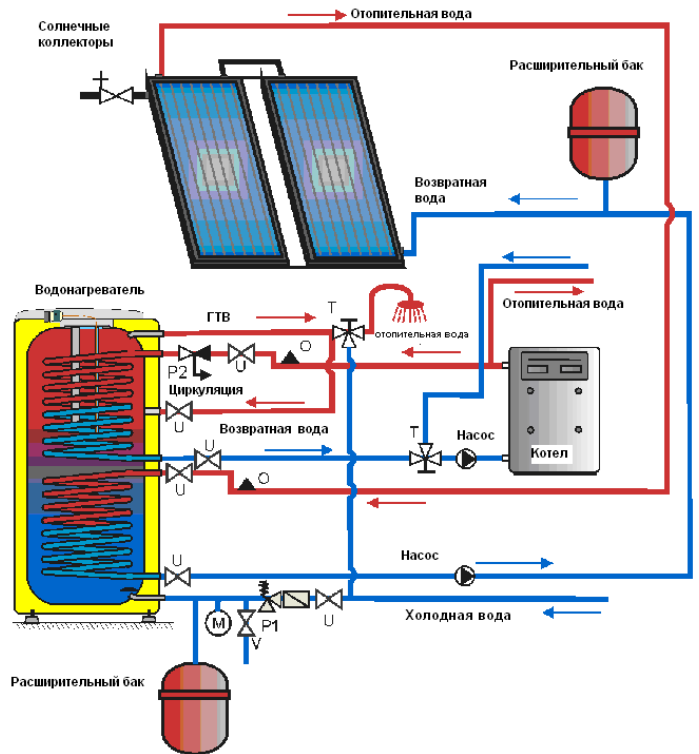
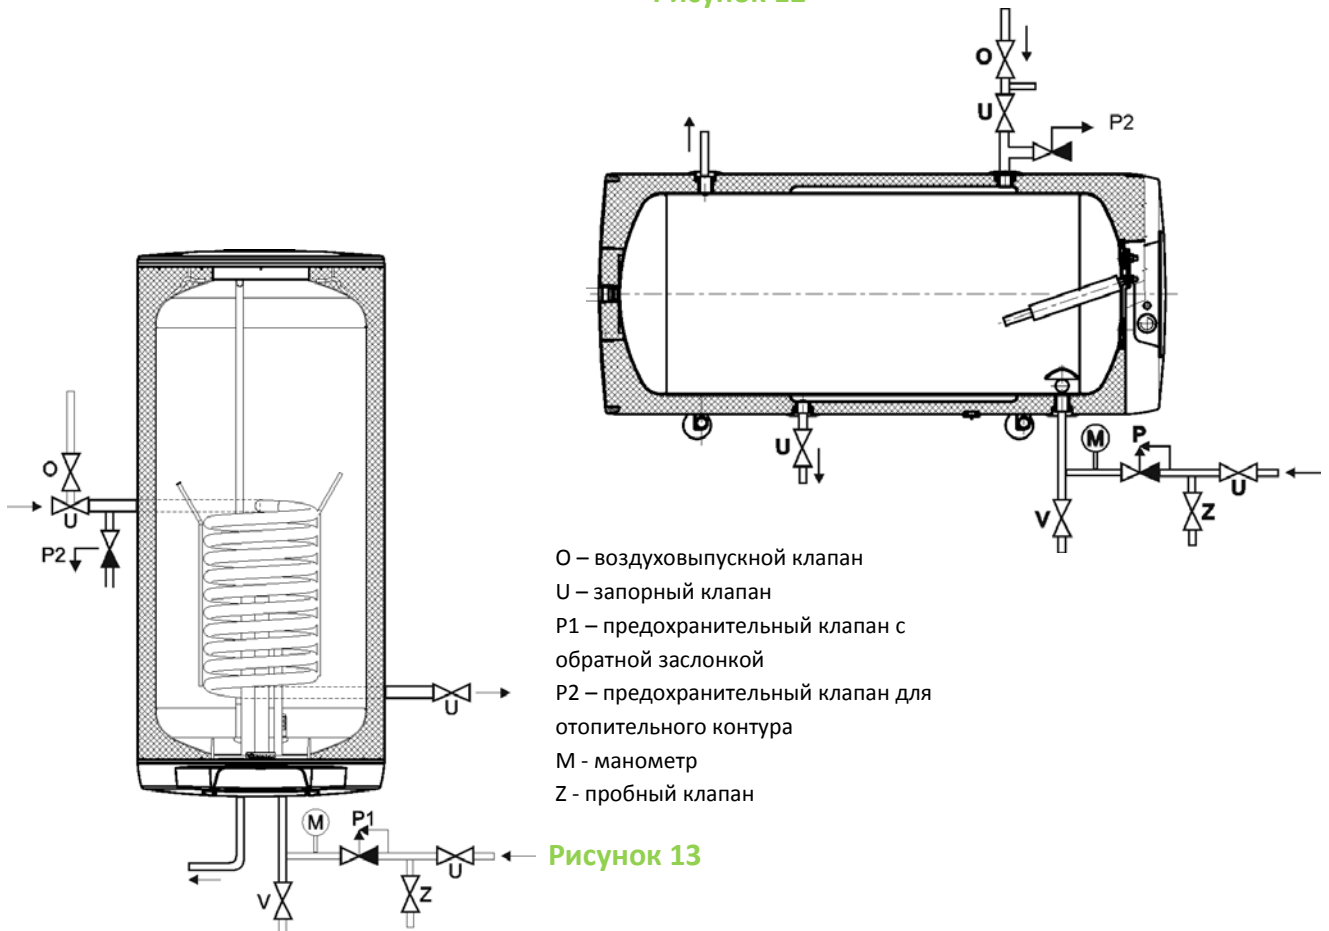

Рисунок 12
Рисунок 13
Подключение водонагревателей к водопроводу показано на (Рисунок 111, Рисунок 12 , Рисунок 13). Для возможного отключения водонагревателя на входах и выходах технической воды необходимо смонтировать резьбовые соединения Js 3/4". Если линия ГТВ оборудована циркуляционным контуром, подключается «обратка» к входу, обозначенному как ЦИРКУЛЯЦИЯ. Типы 100, 125, 160 NTR и 100, 125, 160 NTR / HV оснащены сливным выходом. У типа 200 и 250 NTR(R) на вход горячей воды необходимо установить Т-образную арматуру со сливным клапаном. Водонагреватель должен быть оборудован предохранительным клапаном. Предохранительный клапан устанавливается на впуске холодной воды, который обозначен синим кольцом.